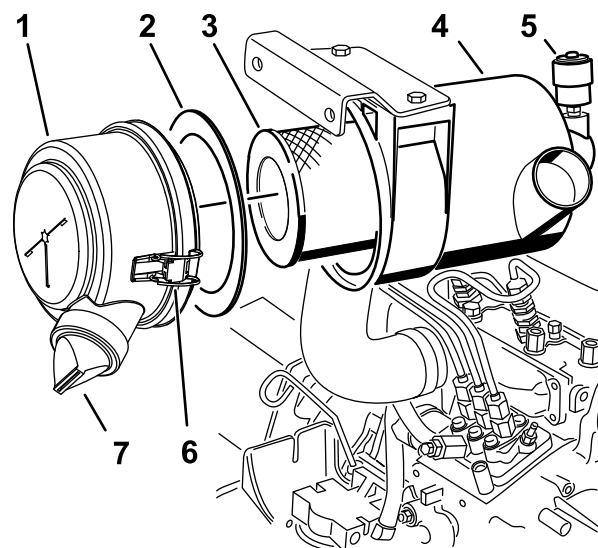

Рисунок 31
3. Произведите техническое обслуживание фильтра воздухоочистителя (**Рисунок 31**).